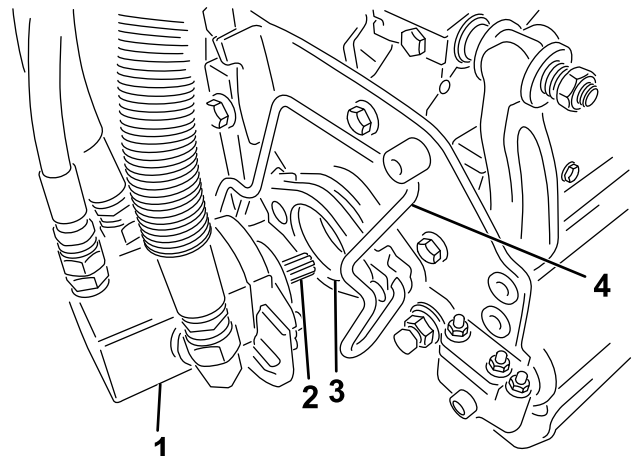

图47
- 在滚刀组马达的花键轴上涂抹干净的润滑脂图47。
- 将马达插入滚刀组左侧从操作员的位置看并将滚刀组上的马达固定架拉向马达直到听见马达两侧发出“咔哒”的声音图47。